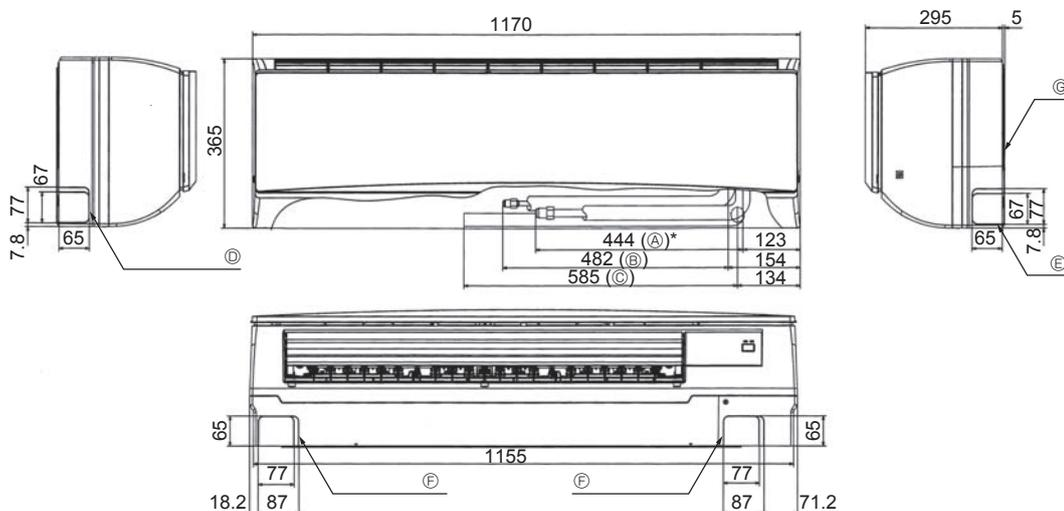

Рис. 4-2
4.3. Выбор расположения труб хладагента и дренажных трубок (Рис. 4-2)
- Ж Монтажная плита ①